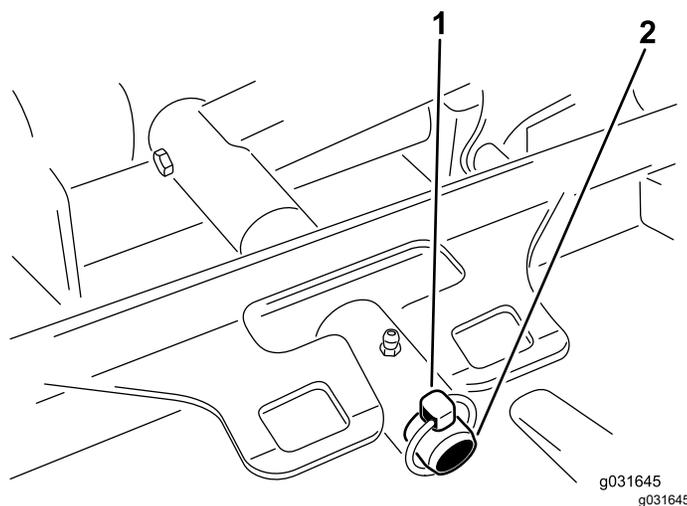

图 69
3. 卸下将刀盘承载架固定至提升臂枢轴销的保险销或锁紧螺母 图 69。
3. 将刀盘承载架滑到提升臂枢轴销上并用保险销或锁紧螺母固定 图 69。